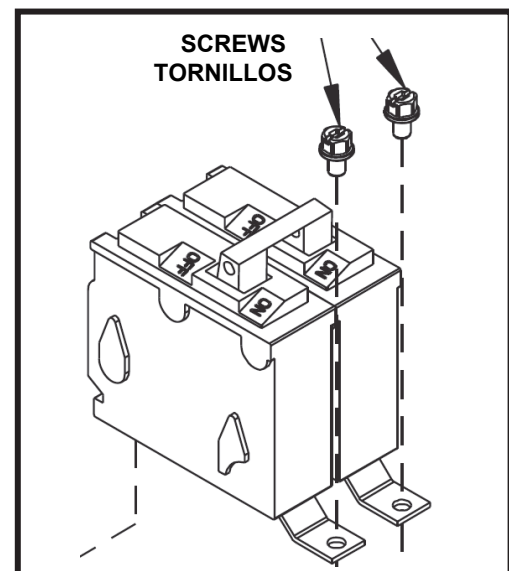

FIG. 2
6. Para dispositivos atornillables, utilice los tornillos provistos con el panel/centro de carga para asegurar la terminal de línea del cortacircuitos a la barra del panel/centro de carga (fig. 2). Apretar los tornillos de acuerdo a las instrucciones provistas en el panel/centro de carga.